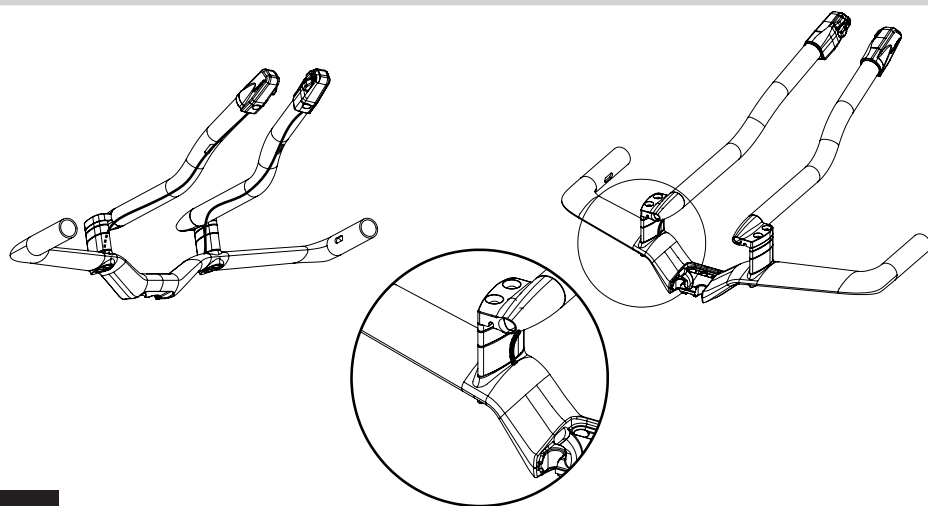

Fig. 7
- 3- Inserte las dos vainas de desviador que vienen de la tapa por el tubo horizontal en cada extensor. Hágalas salir por los orificios ovalados bajo los extensores y finalice el enrutamiento. (Fig. 7).